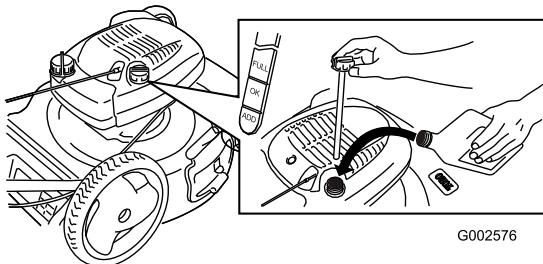

Figure 10
- Retirez la jauge, essuyez-la sur un chiffon et remettez-la dans le goulot de remplissage (Figure 10).
- Sortez de nouveau la jauge et contrôlez le niveau d'huile (Figure 10). Si le niveau n'atteint pas le repère minimum (**Add**) de la jauge, versez **lentement** suffisamment d'huile dans le goulot de remplissage pour faire monter le niveau au repère maximum (**Full**). **Ne remplissez pas excessivement.** (Remplissage max. : 0,6 l, type : huile détergente SAE 30W de classe de service API SF, SG, SH, SJ, SL ou supérieure.)